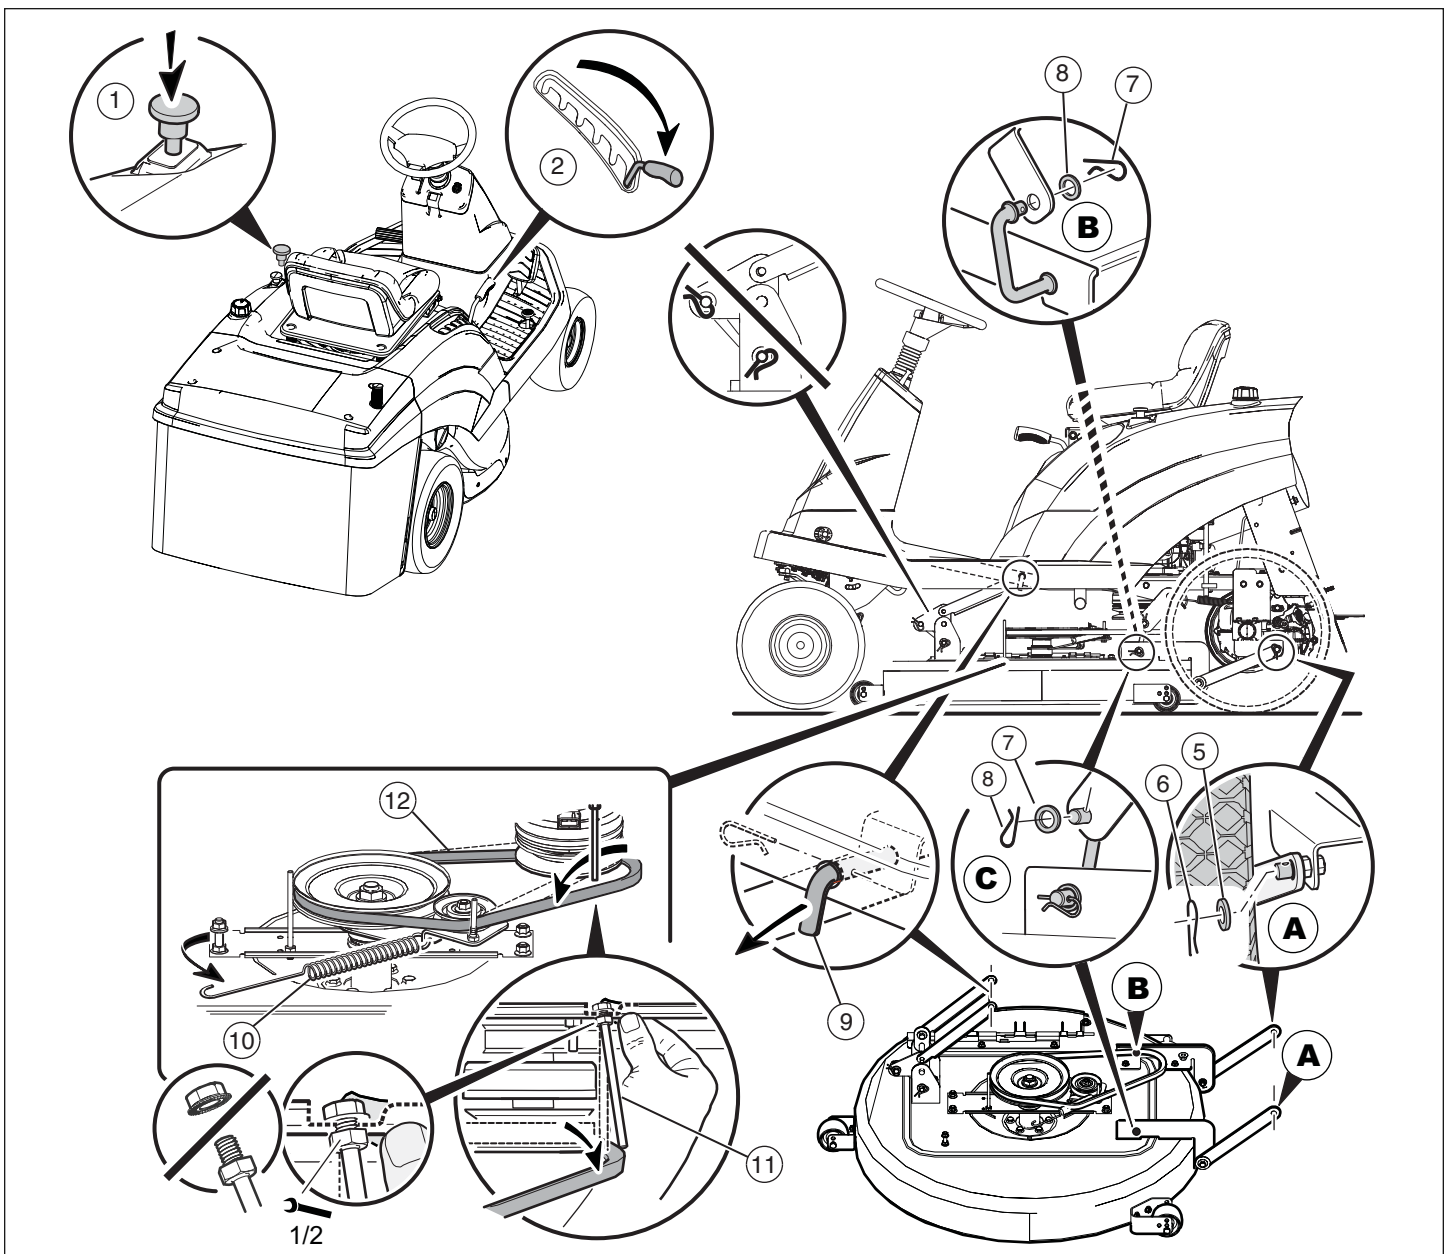

Abbildung 35
1. Den Mähmesserbedienknopf (1) in die Stellung AUSKUPPELN schieben (siehe **Abbildung 35**).
2. Den Hubhebel (2) in die niedrigste Stellung schieben.
3. Die Splinte (5) und Unterlegscheiben (6) von Hinterradaufhängungsarmen entfernen (siehe **A**, **Abbildung 35**).
4. Die Splinte (7) und Unterlegscheiben (8) von Aufhängungsgestängen entfernen (siehe **B** und **C**, **Abbildung 35**).
5. Die vordere Aufhängung (9) vom Rahmenträger abtrennen.
6. Die Verlängerungsfeder (10) aus dem Mähwerkzapfen aushaken.
7. Die Riemenführung (11) von der Stapelriemenscheibe lösen.
8. Den Mähwerk-Antriebsriemen (12) von der Motorriemenscheibe abziehen.